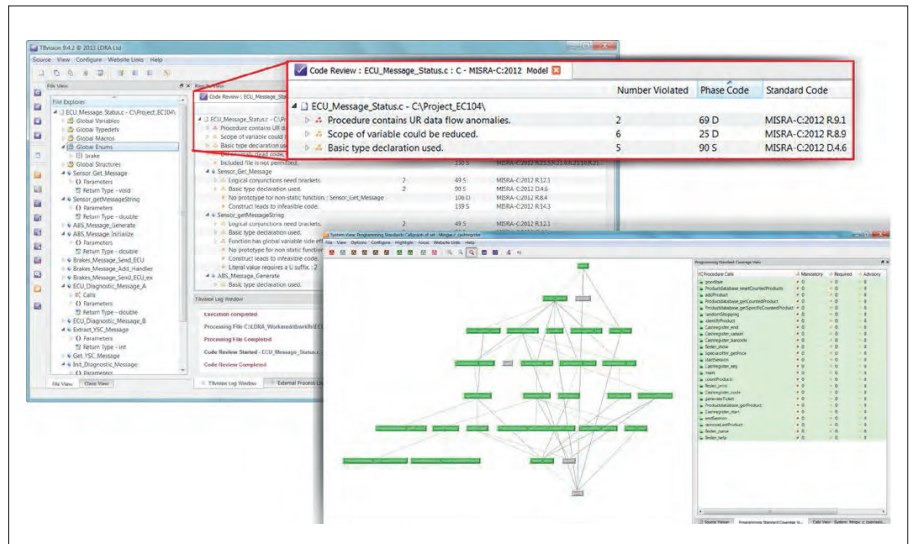

Рис. 4. Статический анализ в LDRA Tool Suite
- средства статического анализа, в том числе подсчёта метрик, построения графов вызовов и подтверждения соответствия стандартам кодирования (рис. 4). В процессе статического анализа, кроме проведения необходимых проверок исходного текста и расчёта его количественных характеристик, формируется граф внутренней структуры ПО и взаимосвязи модулей, ко-